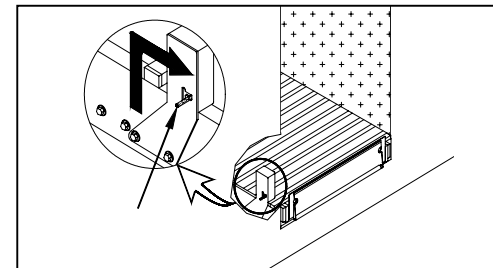

FIGURA 2-10: PALANCA DE LIBERACIÓN DEL BLOQUEO DE SEGURIDAD: DESBLOQUEADA
- Consulte la **Figura 2-10**. En los modelos Puerta con Escalones, la carcasa del pequeño bloqueo de seguridad está ubicada en la parte izquierda de la barrera frontal, a unos 10 centímetros por detrás de ésta, y tiene una pequeña palanca que sobresale de ella (algunas instalaciones podrían impedir la visión directa de la carcasa y la palanca). Suba la palanca entre 2 y 3 centímetros y tire de ella esa misma distancia hacia usted. Suelte la palanca y la plataforma permanecerá desbloqueada.